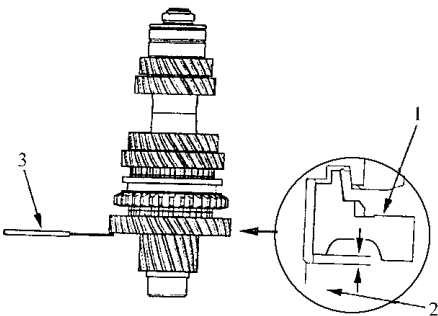

图 4-77 测量 1 档齿轮和副轴之间的间隙
1) 如图 4-77 所示，用塞尺测量 1 档齿轮和副轴之间的间隙。如果间隙超过维修极限，则转到第 2 步。标准间隙值：0.03 ~ 0.12mm。维修极限：0.24mm。